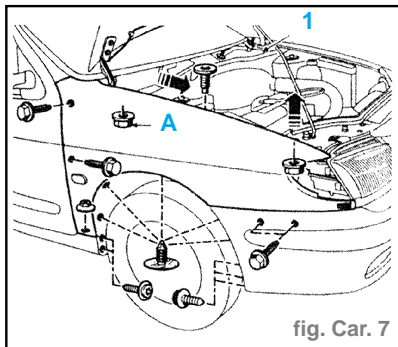

fig. Car. 7
- le cache plastique (1) du côté conducteur. (fig. Car. 7)
- Desserrer l'écrou (A) du compas de capot. (fig. Car. 7).